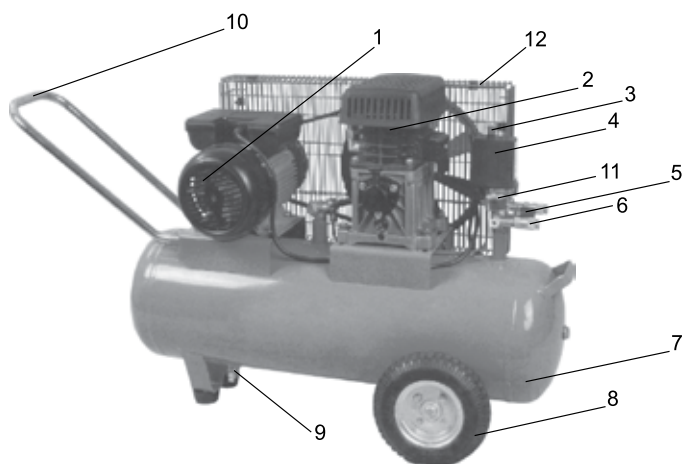
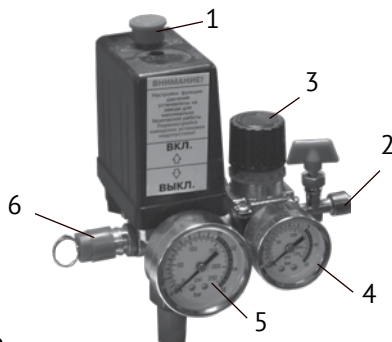

рис. 1
рис. 2
4.1 Общий вид компрессора схематично представлен на рис.1
4.2 Картер компрессорной группы (рис.1 поз.2) и двигатель закреплены на металлическом корпусе ресивера (рис.1 поз.7). Вращение с якоря двигателя шкивами и клиновым ремнём передаётся на коленчатый вал компрессорной группы. Вращение коленчатого вала преобразуется шатунами в возвратно-поступательное движение поршней. Два параллельно расположенных цилиндра смонтированы в одном блоке. Воздух, через воздушный фильтр подаётся во впускные клапаны цилиндров. Сжатый воздух из выпускных клапанов цилиндров подаётся в ресивер. При подключении к быстроразъёмному выходному штуцеру (рис.1 поз.6) коллектора пневмоинструмента, сжатый воздух подаётся к инструменту. Выходное давление в штуцере регулируется редуктором (рис.1 поз.5) и контролируется манометром.
- приводной ремень компрессора, при работе, обязательно должен быть закрыт защитной решёткой (рис.1 поз.12);
При подключении компрессора к сети питания, убедитесь что, выключатель реле давления (рис.2 поз.1) находится в позиции «Выкл», положение «Отжато». Запустите компрессор, переведя выключатель в позицию «Вкл», положение «Нажато». Для обеспечения хорошей работы компрессора при первом запуске рекомендуется оставить компрессор работающим в течение 5 - 8 минут с полностью открытым выходным штуцером (рис.2 поз.2) и редуктором (рис.2 поз.3), после чего откройте вентиль слива конденсата (рис.1 поз.9), находящийся снизу ресивера и слейте конденсат. После первых 5-ти часов работы компрессора проверьте крепление винтов головки цилиндров и защитного экрана цилиндров (рис.1 поз.13).
Компрессор имеет выходной штуцер оснащённый манометром (рис.2 поз.4). Давление в ресивере показывает манометр (рис.2 поз.5), в то время как манометр находящийся справа (рис.2 поз.4), показывает давление на выходе, которое может регулироваться с помощью редуктора (рис.2 поз.3).
Так же компрессор оснащён предохранительным клапаном (рис.2 поз.6) для ограничения максимального давления в ресивере.
7.3 По окончании работы полностью сбросьте давление, открыв выходной штуцер (рис.2 поз.2).